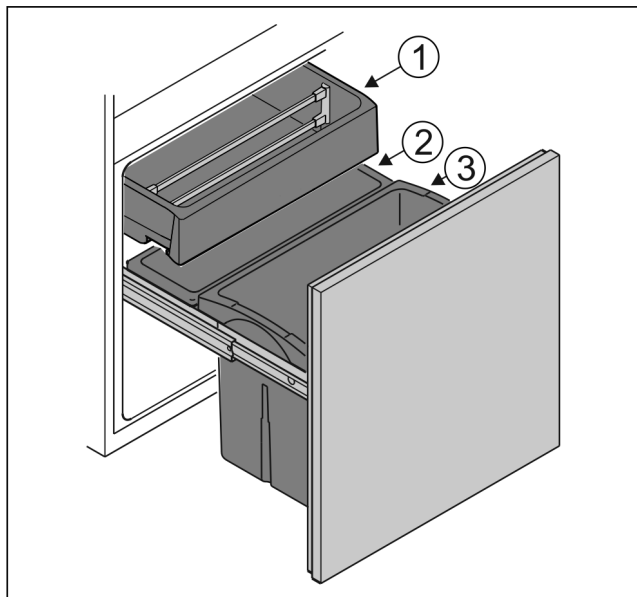

Fig. 6
- ▶ Съд Fig. 6 (1): Съхранявайте неупаковани зеленчуци и южни плодове.
- ▶ Съд Fig. 6 (2): Съхранявайте дребни сортове плодове и зеленчуци.
- ▶ Съд Fig. 6 (3): Съхранявайте отделни бутилки.